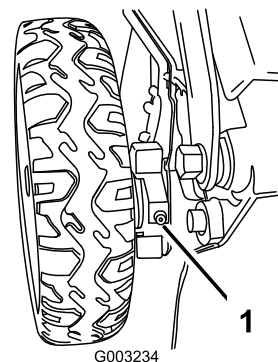

Figura 27
1. Limpie con un trapo limpio los puntos de engrase situados justo dentro de las ruedas traseras (Figura 27).